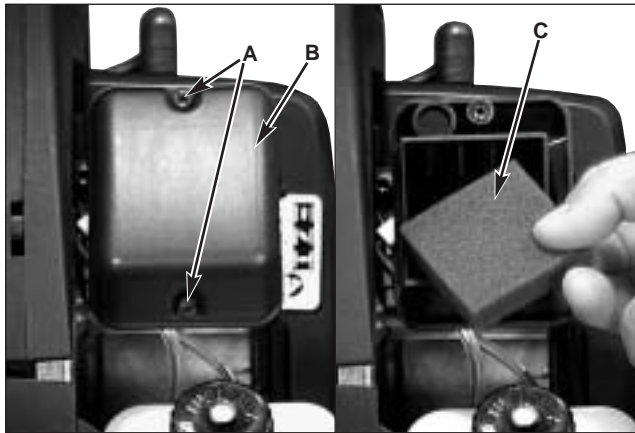

Fig. 8-1
1. Remove 2 screws (A) holding air filter cover in place, remove cover (B) and lift filter (C) from air box (Figure 8-1).
1. Retirer le deux vis (A) de fixation du couvercle du filtre à air, retirer le couvercle (B) et retirer le filter (C) du boîtier (Figure 8-1).